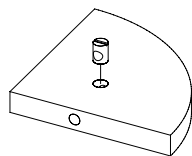

Рис.2
2. Вставить поперечные болты в соответствующие плоскостные отверстия деталей 1,4,5 (Рис.2).